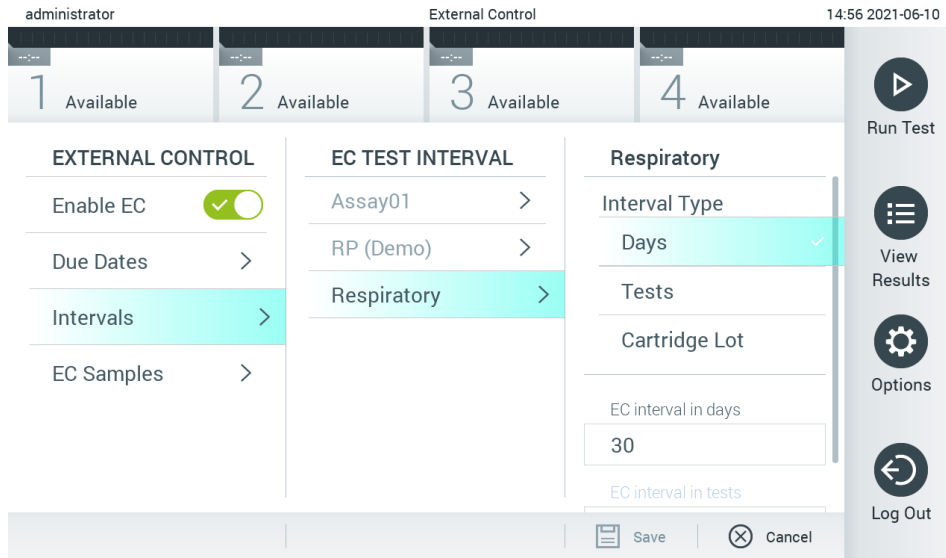

图 52. External Control Intervals (外部对照品间隔) 屏幕。
4. 选择 **Intervals** (间隔)，然后从列表选择一个检测，以配置经过的间隔。如果该间隔已过，系统会显示一个提示，提醒用户为选定的检测进行外部对照品测试 (图 52)。